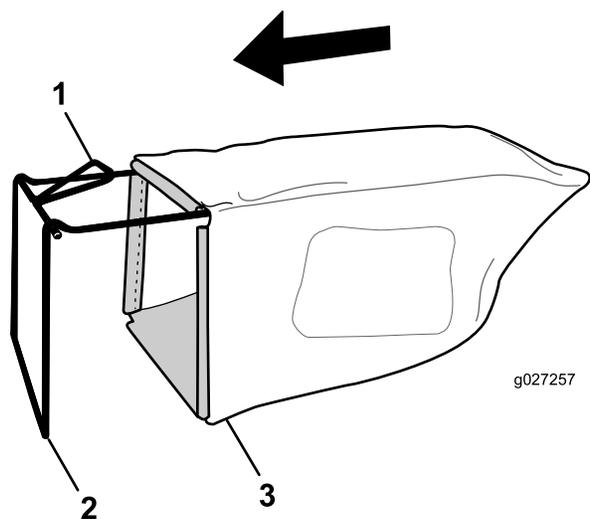

Рисунок 7
1. Установите травосборник на раму, как показано на Рисунок 7.
**Примечание:** Не надевайте травосборник на рукоятку (Рисунок 7).